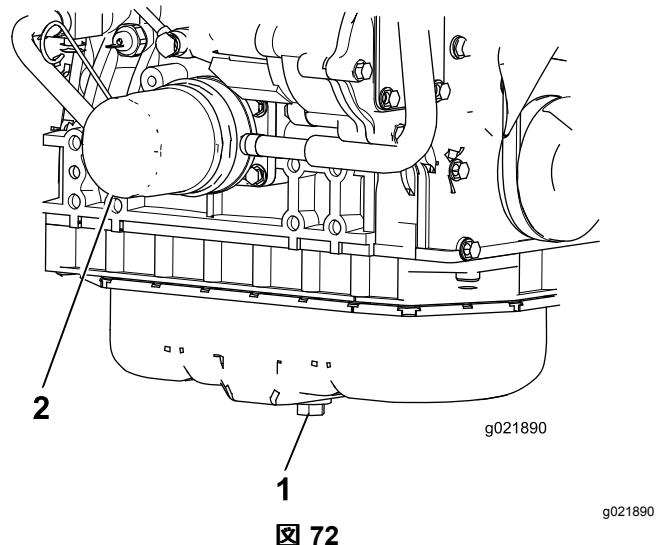

図 72
1. ドレンプラグ (図 72) を外してオイルを容器に受ける。オイルが完全に抜けたらドレンプラグを取り付ける。
2. オイルフィルタ図 72を外す。新しいフィルタのシールに薄くエンジンオイルを塗って取り付ける。締めすぎないように注意すること。